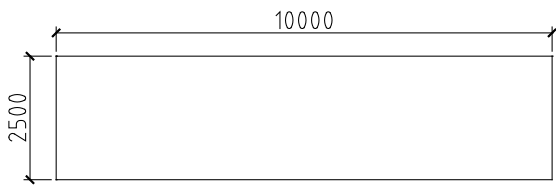

图3-7 绘制休闲椅外轮廓线
- 01** 绘制休闲椅外轮廓线。调用REC【矩形】命令，绘制尺寸为2500×10000的矩形，结果如图3-7所示。